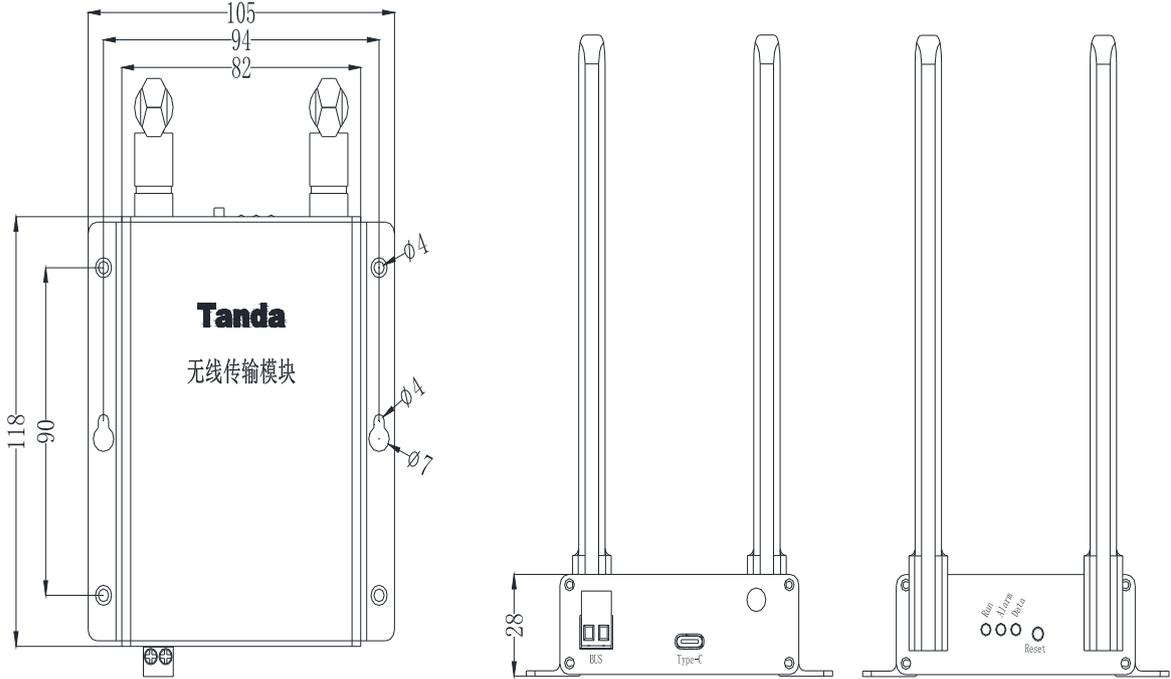

图 1 TX3260 外形尺寸及安装尺寸示意图
- 1、模块的外形尺寸及安装尺寸如图 1 所示（单位：mm）。